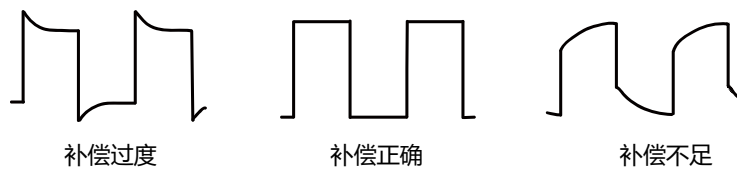

图 5.7 探头补偿
2. 检查所显示的波形形状并与图 5.7 所得波形进行对比。